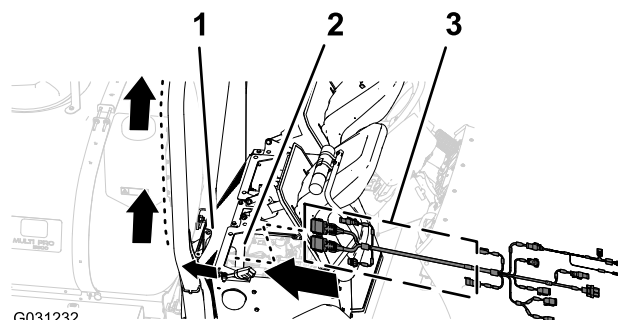

图 133
1. 将 390cm 数据线束支管放入发动机舱内右侧紧靠发动机空气滤清器且后部要在后发动机挡板的底部、右侧区域图 133。